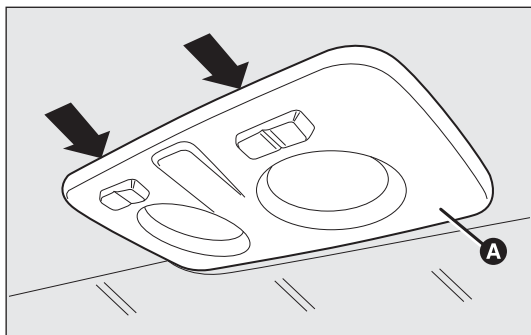
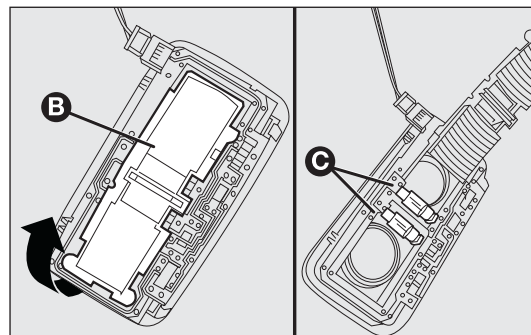

рис. 155
рис. 156
- нажмите в точках, указанных стрелками, и снимите плафон А – рис. 155;
- откройте защитную крышку В – рис. 156;
- закройте крышку В – рис. 156 и установите плафон А – рис. 155 на место. Убедитесь, что плафон хорошо закреплен.